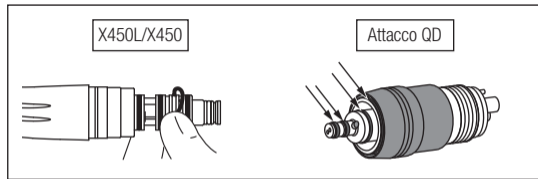

Fig. 15
- 2) Rimuovere manualmente con delicatezza tutti gli O-ring (Fig. 15).